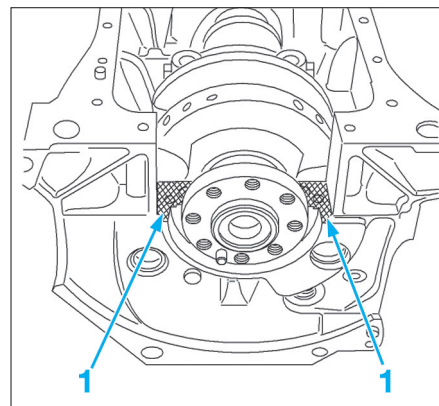

FIG. 48
- Mettre de la pâte d'étanchéité dans les angles et les extrémités du palier n°1 aux endroits (1) (côté volant moteur) (Fig.48).